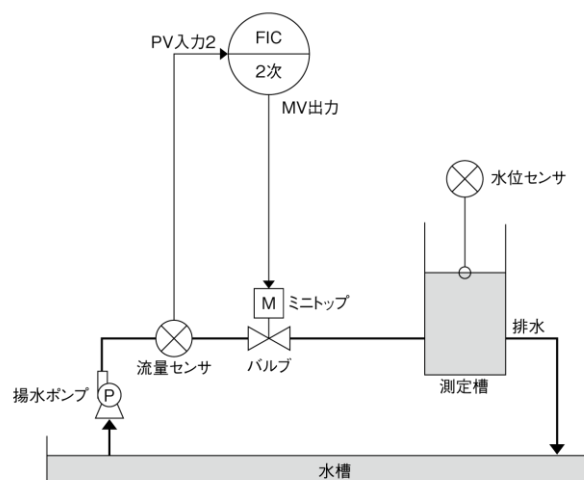

図3 流量制御ループ図
- ② 図3で、流量制御ブロック(FIC)は、この測定値(PV 入力 2)と設定した流量目標値(SP 値)との偏差にPID演算処理を行います。その結果を制御出力(MV 出力):4～20mA DC に変換してミニトップ(形式:MSP4)へ出力します。
- ③ ミニトップは、4～20mA DC の信号に応じてバルブを開閉し、揚水ポンプから測定槽への給水量を増減します。